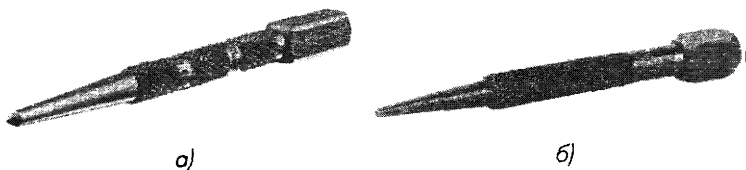

Рис. 1.19. Кернер (а) и бородок (б)
- кернер для обозначения места сверления (имеет форму цилиндра с концом в виде конуса, заостренным под углом 60°) – рис. 1.19а;
- бородки для пробивания отверстий в листовом металле (имеют коническую форму с плоским рабочим концом) – рис. 1.19б;